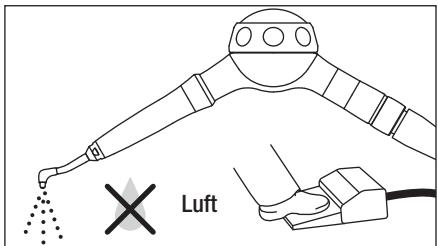

Abb. 6
- Nur mit Luft im Leerlauf betreiben, um Wasser und Pulver aus dem Inneren zu entfernen. (Abb. 6)